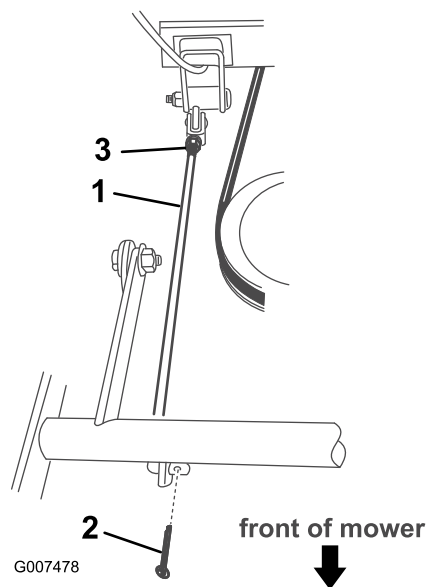

Figure 36
7. Retirez la goupille fendue à l'avant de la tige de réglage (Figure 36).
8. Desserrez l'écrou à l'arrière de la tige de réglage (Figure 36).